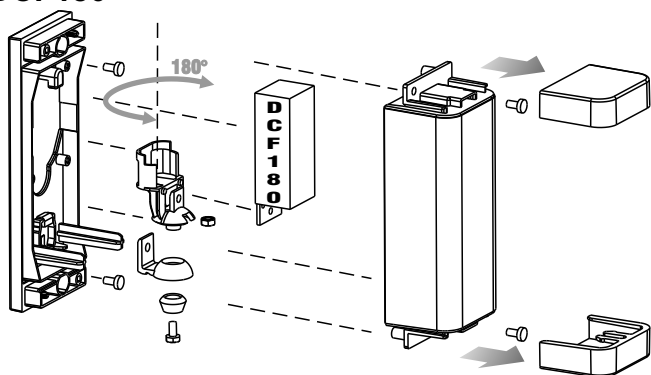
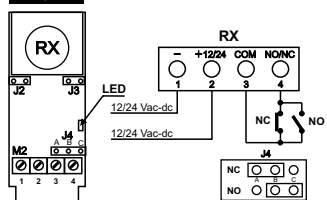

FIG. 1
FIG. 2
Effettuare i collegamenti come in **Fig. 1 (RX)** **Fig. 2 (TX)**. Fissare le fotocellule e alimentarle con tensione compresa tra 12 e 24 V cc/ca. Coprire la fotocellula con il frontale e fissare quest'ultimo con le viti in dotazione. Interrompere il raggio più volte verificando la corretta risposta del relè.
Make the connections as shown in **Fig. 1 (RX)** and **Fig. 2 (TX)**. Secure and power the photocell (12 - 24 V DC/AC). Cover the photocell with the front panel and secure it with the screws provided. Interrupt the photocell beam several times to check proper relay response.